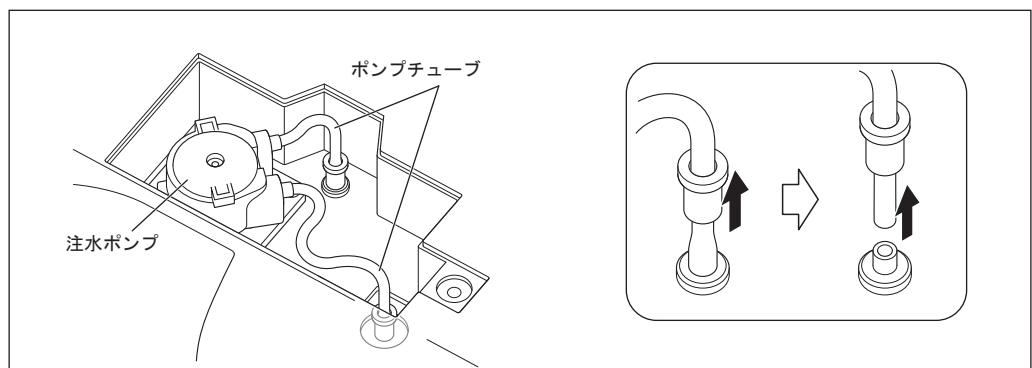

図53
- 3) ポンプチューブを2本、取り外します（図53）。
- 8) ポンプチューブを取り外しと逆の手順で取り付け、コネクタリングをコントロールユニットの奥までしっかりと挿し込みます（図53）。